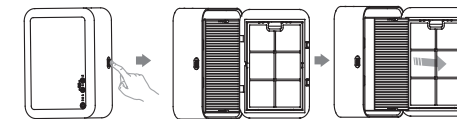

Рис. 4
- Перед началом крепления прибора к стене извлеките из него префильтр с пылесборником, как показано на Рис.4.